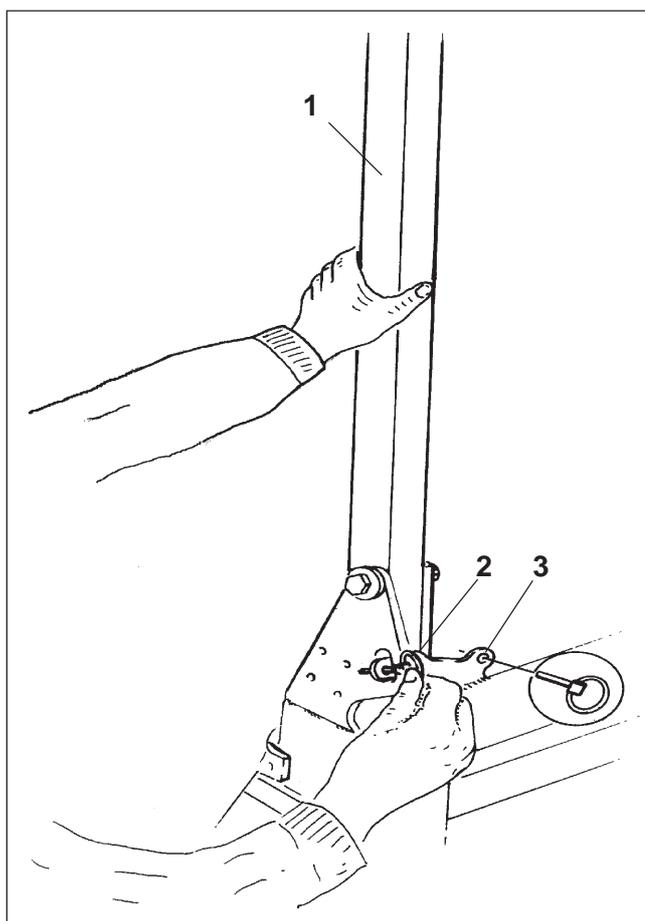

Fig. 23.8
Jeder Spuranreißer-Ausleger (Fig. 23.8/1) ist zum Transport mit einem Klappstecker (Fig. 23.8/2) befestigt,
- Klappstecker (Fig. 23.8/2) unmittelbar vor der Arbeit auf dem Feld entfernen
- die Klappstecker (Fig. 23.8/2) bei Nichtgebrauch in den Bohrungen (Fig. 23.8/3) abstecken.
Nach Entfernen des Klappsteckers (Fig. 23.8/2) neigt sich der Spuranreißer-Ausleger leicht zur Seite.